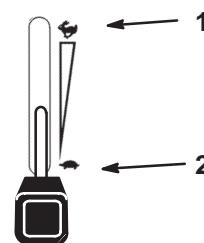

Figure 16
4. Réglez la manette d'accélérateur à mi-course entre les positions de ralenti et de régime maximum (Fig. 16).
2. Réglez la manette d'accélérateur à mi-course entre les positions de ralenti et de régime maximum (Fig. 16).